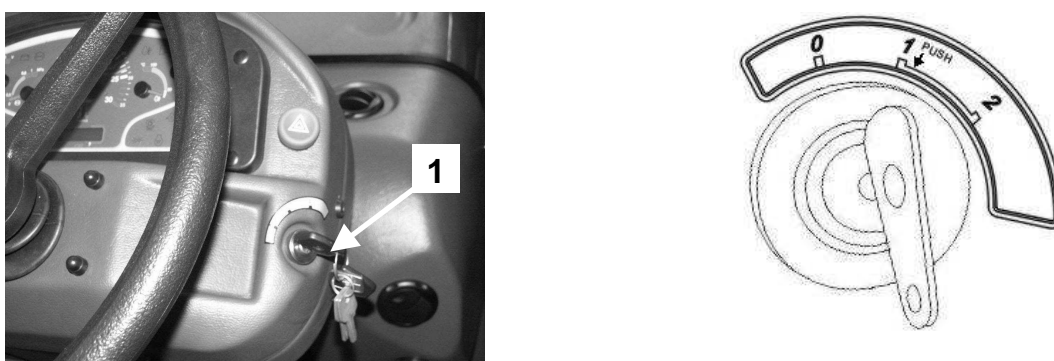

Рис. D-6 Управление пуском двигателя: 1 – замок зажигания;
-  - контрольная лампочка разрядки аккумулятора. Если лампочка светится во время работы двигателя, то это означает неполадку, которую необходимо устранить. Лампочка светится также, когда ключ включения стартера находится в положении I (Рис. D-6);
-  - контрольная лампочка давления масла в двигателе. Светится, когда давление снижается ниже допустимого. Лампочка светится также, когда ключ зажигания находится в положении I (рис. D-6); **ВНИМАНИЕ! При загорании контрольной лампочки давления масла при работающем двигателе нужно немедленно выключить двигатель и устранить причину отсутствия давления. Отсутствие давления в системе смазки может привести к серьезной аварии двигателя.**
-  - контрольная лампочка давления масла в системе рулевого управления. Светится, когда во время работы двигателя давление снижается ниже допустимого. Также светится, когда ключ зажигания находится в положении I (рис. D-6); Допускается временное мигание лампочки. **ВНИМАНИЕ! Неисправная система рулевого управления. Перед началом работы необходимо устранить причину отсутствия давления в системе.**
На приборной панели (рис. D-6), с правой стороны располагается включатель стартера (замок зажигания), который имеет три положения: